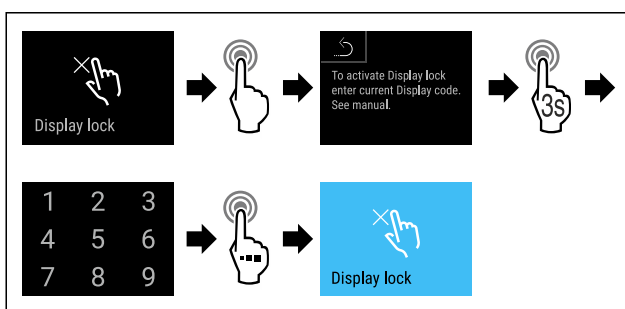

Fig. 79
- Suorita toimenpidevaiheet (katso Fig. 79) .